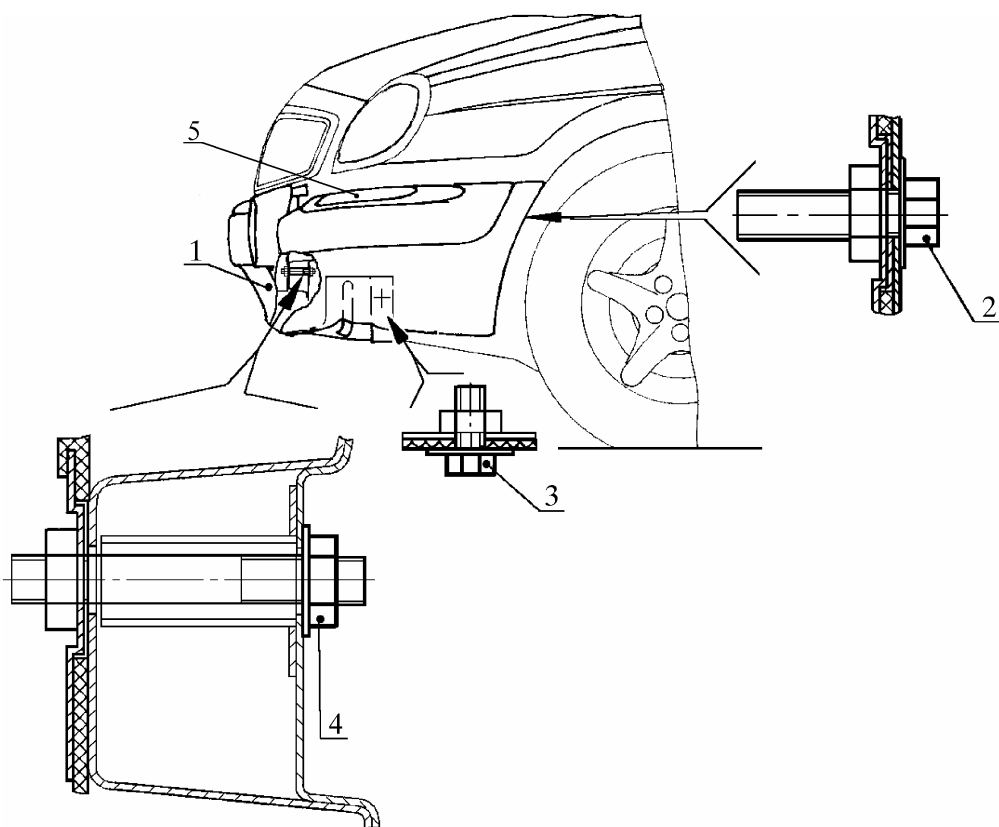

Рис. 45. Передний буфер:
11.2.1. Снять передний буфер 1 (рис.45) с указателями поворотов в сборе, отвинтив две гайки 4, крепления буфера к кузову, два болта 2, крепления буфера к распорке переднего крыла, и три болта 3, крепления нижнего щитка буфера к усилителю рамки радиатора